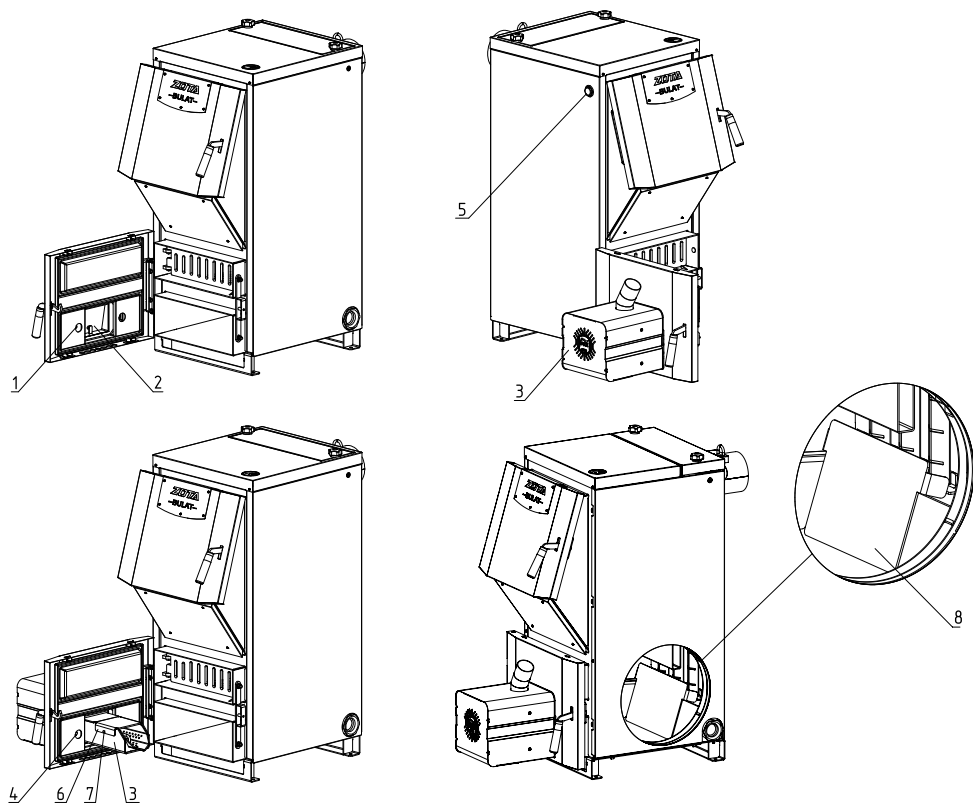

Рис. 11 Порядок установки pelletной горелки на твердотопливные котлы ZOTA Bulat 18, 23, 28, 35, 45
6.3.6. Порядок установки pelletной горелки на твердотопливные котлы серии ZOTA Bulat моделей 18, 23, 28, 35, 45. Рис.11:
- Выкрутите две гайки М8 (Рис.11, поз.1) и снимите поддувало (Рис.11, поз.2).
- Снимите с горелки отбойник (Рис.11, поз.6) выкрутив винты (Рис.11, поз.7) и установите горелку (Рис.11, поз.3) на котел как показано на рисунке 11, затем установите отбойник обратно зафиксировав его винтами.
- Зафиксируйте горелку двумя гайками М8 (Рис.11, поз.4).
- Установите отбойник топки Zota Bulat (Рис.11, поз.8) в котёл как показано на рисунке 11.
**Внимание!** Запрещается эксплуатация pelletной горелки ZOTA Fox без установленного отбойника топки Zota Bulat (Рис.11, поз.8). Отсутствие отбойника топки Zota Bulat при использовании pelletной горелки приводит к прогару водонехолаждаемых поверхностей. В случае нарушений условий эксплуатации, рекламации не принимаются.
- Для установки гильзы под датчики температуры и перегрева снимите пробку или тягорегулятор (если установлен) и установите гильзу (Рис.11, поз.7) в освободившееся отверстие.